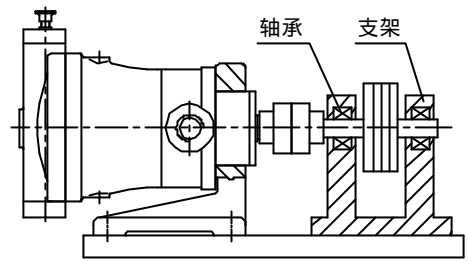

图 14 用皮带轮或齿轮驱动泵的安装方法
(3) 泵和原动机传动轴之间应尽可能采用弹性联轴器联接, 由于该泵传动轴不能承受弯曲力矩, 因此严禁在泵轴上安装皮带或齿轮驱动油泵, 如果一定需要采用皮带或齿轮与泵联接, 建议加一个支座来安装皮带或齿轮(图 14)。该支座与泵支架安装同轴度的找正方法同图 12。
(4) 油泵的旋转方向, 按泵的标牌所示, 订货时未注明旋向者, 一律按顺时针旋向(从轴端看)供货, 要更换泵的旋转方向时, 需向制造厂联系。
(5) 油泵的安装应考虑到检修方便, 使变量壳体很容易拆下, 便于取出泵内的缸体和配油盘。